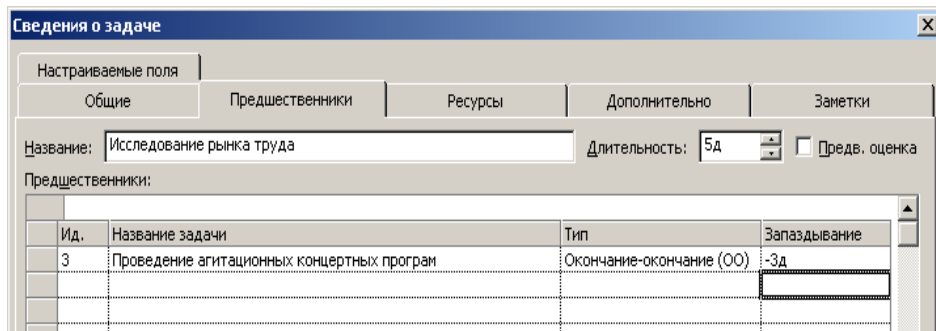

Рис. 3.10. – Вкладка «Предшественники» з встановленим часом очікування
- В полі «Задержка» ввести з клавіатури (введіть необхідну кількість днів) (Рис. 3.10.)